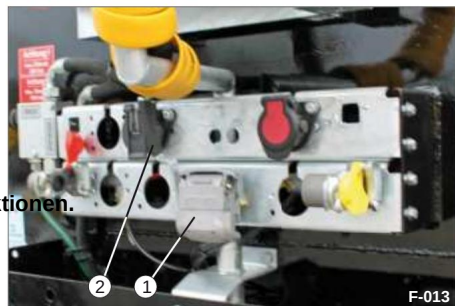
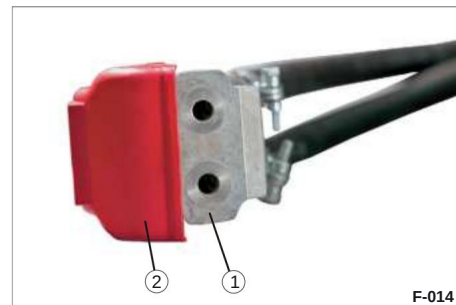

Bild 20 Duo-Matic, kopplad
Bild 21 Duo-Matic, frikopplad
• Tryck handtaget (Bild 20/2) på Duo-Matic-snabbkopplingsuttaget på släpvagnen nedåt och skjut in kopplingshuvudet (Bild 21/1) under det öppnade skyddskåpan.
• Dra handtaget (Bild 20/2) på Duo-Matic snabbkopplingshylsan uppåt och dra ut kopplingshuvudet (Bild 21/1) under skyddskåpan.
- ÿ Tryck handtaget (Bild 20/2) på Duo-Matic snabbkopplingsshylsan nedåt och skjut in kopplingshuvudet (Bild 21/1) under det öppnade skyddskåpan.
- ÿ Dra handtaget (Bild 20/2) på Duo-Matic snabbkopplingsshylsan uppåt och dra ut kopplingshuvudet (Bild 21/1) under skyddskåpan.